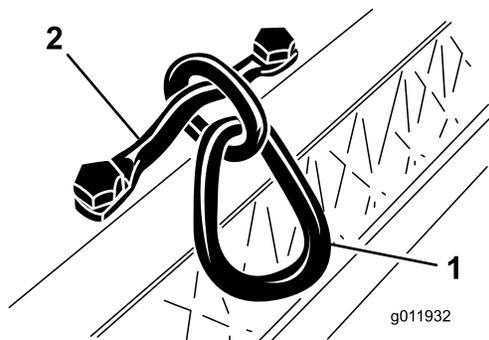

Figura 5
Montate il tirante a catena sulla parte superiore dell'apparato di taglio per mezzo della staffa di montaggio e delle (2) viti a testa cilindrica. Serrate le viti a testa cilindrica a una coppia di 34-40 Nm (Figura 5).